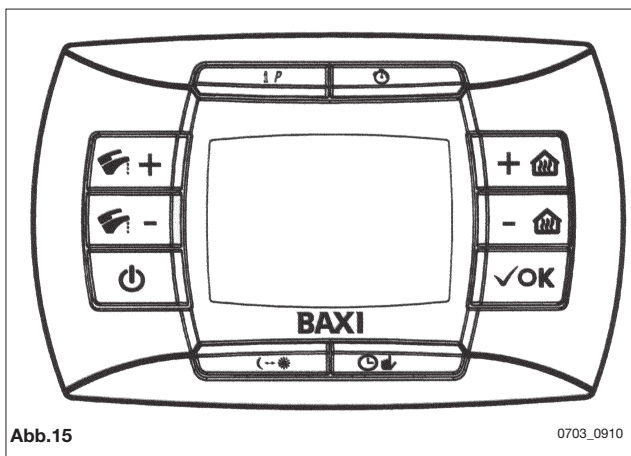

Abb.15
- Drücken Sie auf die  Taste, halten Sie diese gedrückt und drücken Sie anschließend auf die  Taste (siehe Abbildung 15).